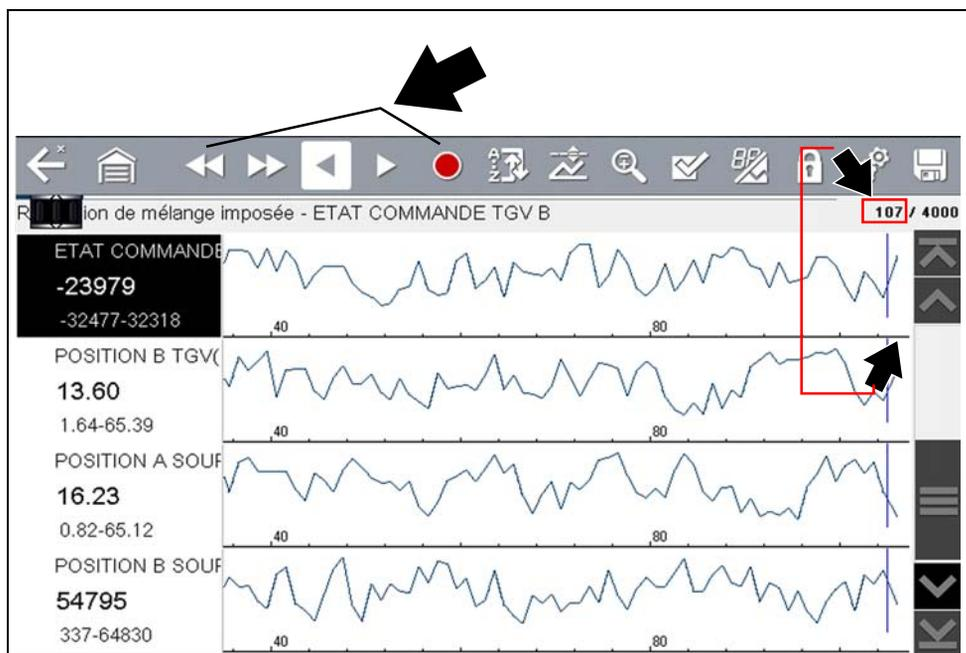

Figure 4-35
- Les icônes de commande Examiner s'affichent dans la barre d'outils (Figure 4-35). Utilisez les icônes de commande pour parcourir les données et positionner le curseur bleu.
- Le curseur bleu (vertical) (Figure 4-35) indique votre position dans les données et s'accompagne de la valeur de position actuelle dans l'affichage du compteur. Ce curseur s'affiche dans tous les PID.